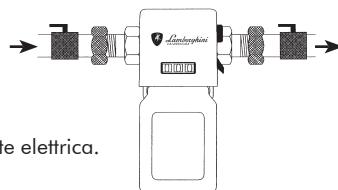

Fig. 3
- È consigliabile l'installazione di 2 rubinetti, uno in entrata ed uno in uscita, Fig. 3.